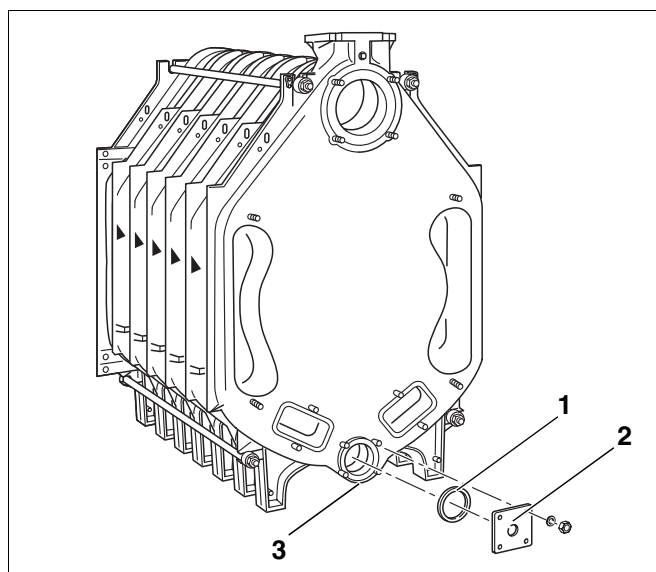

Fig. 23 Montering af flange
- Luk den nederste nippelgang (Fig. 23, **pos. 3**) forrest og bagest. Dette gøres ved at lægge den tilhørende pakning (Fig. 23, **pos. 1**) på den pågældende nippelgang, og skrue blindflangen med kantlængde på 110 mm på. Monter samtidig flangen med $\frac{3}{4}$ "-gevindboring til påfyldnings- og tømningstilslutning (Fig. 23, **pos. 2**) på kedlens bagside.